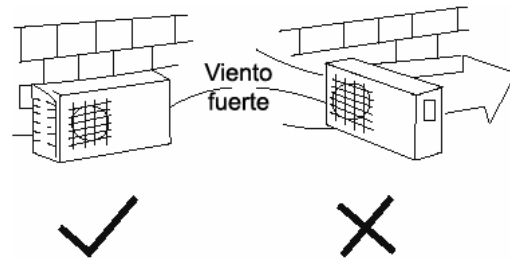

Figura 16
- Si el viento es extraordinariamente fuerte, impida que circule hacia la parte trasera de la unidad. (Vea la figura 16)